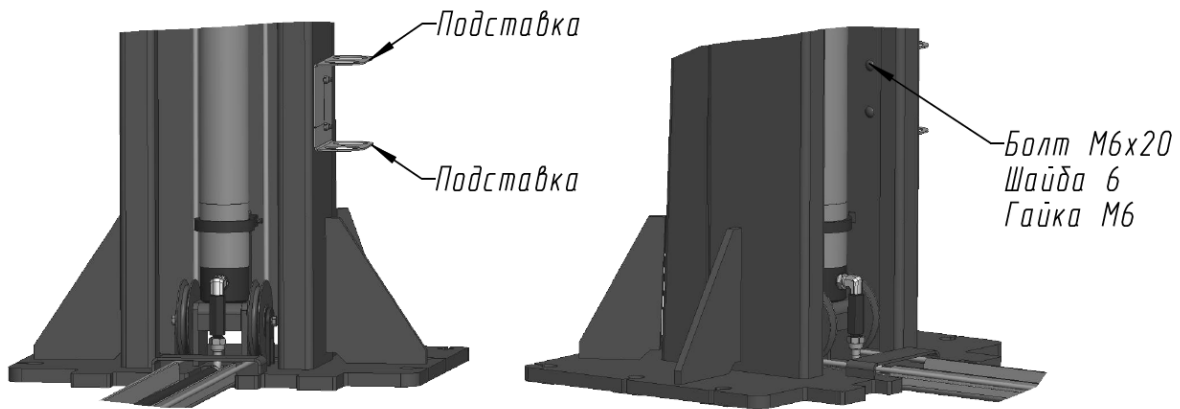

Рисунок 7 - Установка подставок
6.13 Для установки подставок (см. Рисунок 7) необходимо поднять и установить на стопор каретку.